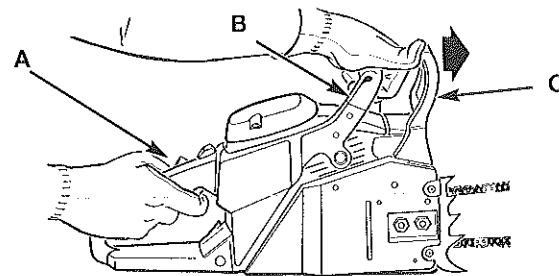

Fig. 10
- Agarre el asa posterior (A) con su mano derecha (Fig. 10).
- Con su mano izquierda, sostenga el asa frontal (B) [no la palanca del Freno de Cadena® (C)] firmemente (Fig. 10).
- Apriete el gatillo acelerador hasta 1/3, y active inmediatamente el Freno de Cadena® pulsándolo hacia delante (C) (Fig. 10).